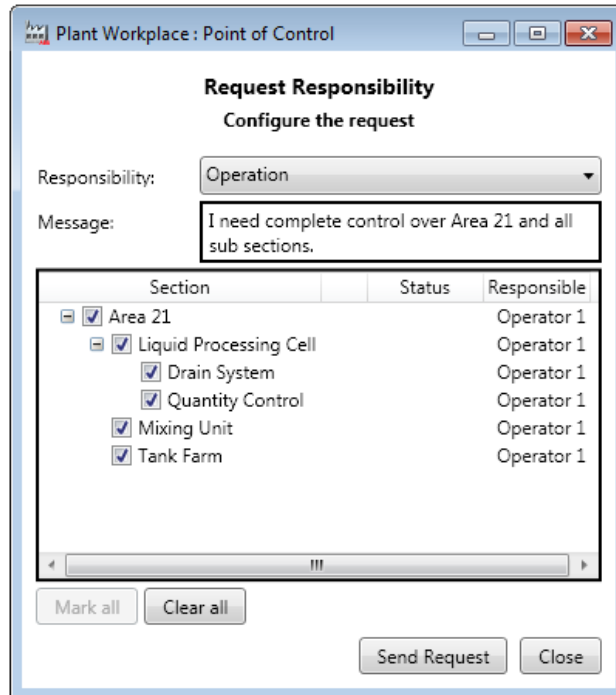

Abbildung 30. Verantwortungsanfrage-Dialog
3. Wählen Sie Verantwortung (Responsibility) im Verantwortungsanfrage-Dialog (Abbildung 30). Die Bedienungsverantwortung ist standardmäßig ausgewählt.